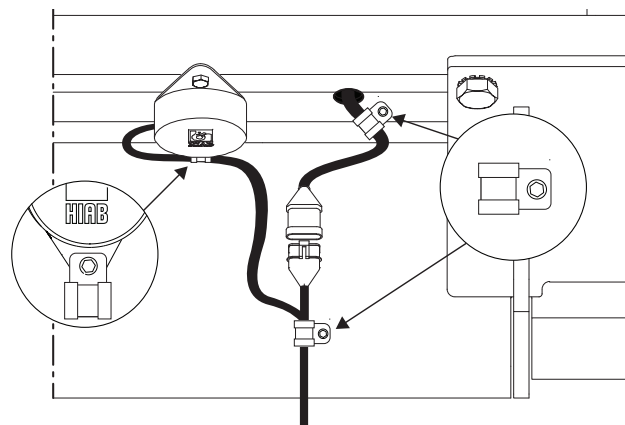
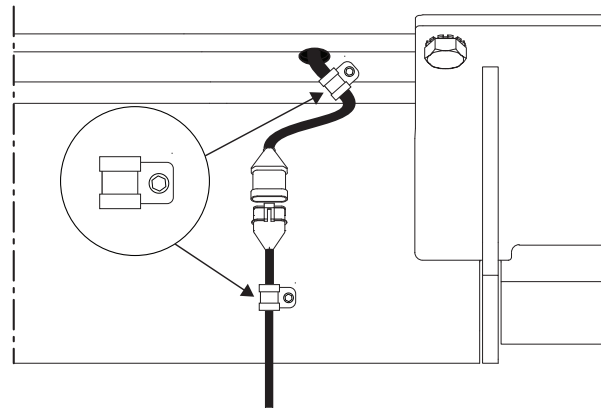

Bild 42. Anslutning av kablage på brygga med varningsbelysning, alt. varningsbelysning och fotmanöverdon
Bild 43. Anslutning av kablage på brygga med enbart fotmanöverdon
1. På brygga med enbart fotmanöverdon, anslut medföljande kablage till fotmanöverdonets/kabel, se Bild 43. På brygga med varningsbelysning, alt. varningsbelysning/fotmanöverdon, anslut medföljande kablage till vinkelgivaren och anslut denna till fotmanöverdonets/varningsbelysningens kablage, se Bild 42.